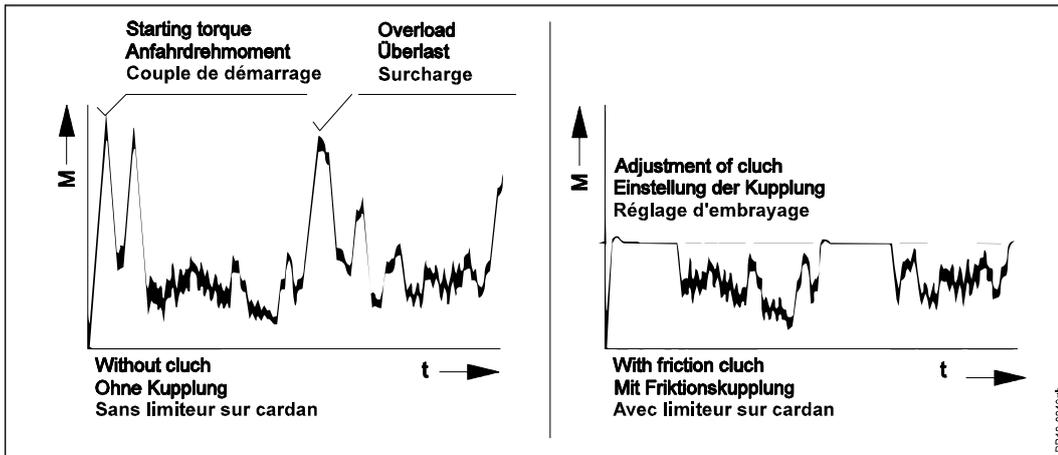

Fig. 5-2
**Fig. 5-2** Les schémas montrent comment le limiteur de couple protège la transmission contre les grosses pointes d'efforts et peut, dans le même temps, transmettre le couple voulu sans patinage.